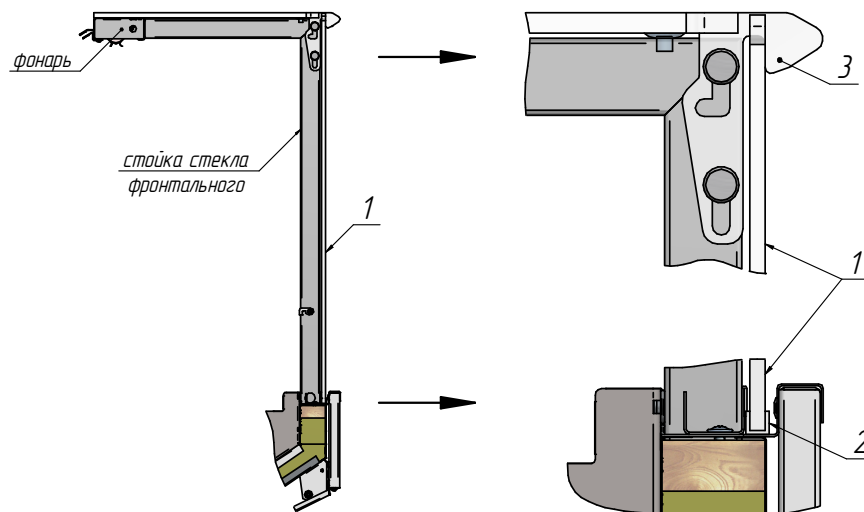

Рисунок 5
11. Установить стекла фронтальные (1) зафиксировав их защепами стекла (3). Перед установкой на низ стекла надет профиль силиконовый (2). (См. рисунок 5)